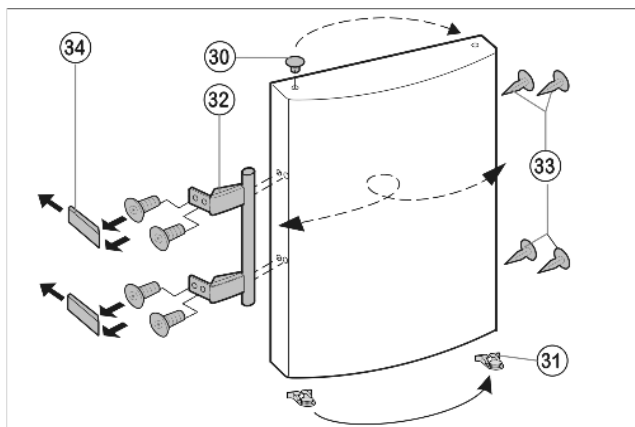

Fig. 7
- Pružinovou svorku Fig. 7 (31) vyklesněte z horních dveří a přemístěte na novou stranu závěsu.
- Zátky Fig. 7 (30) vyjměte z pouzder ložisek dveří a přemístěte je.
- Madla dveří Fig. 7 (32), zátky Fig. 7 (33) a krycí destičky Fig. 7 (34) odmontujte a přemontujte na protější stranu.